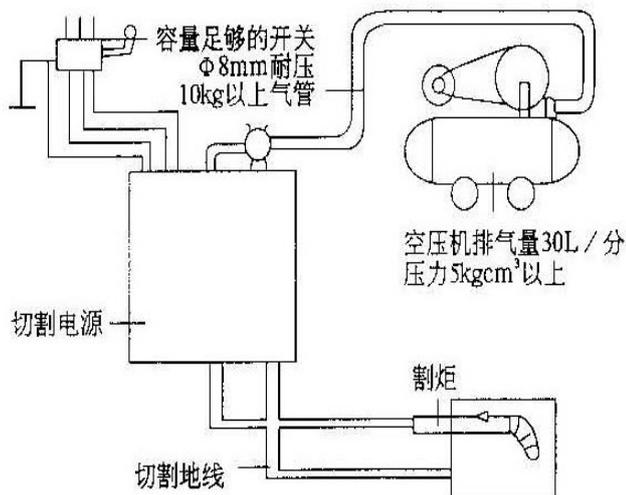

图5 接线安装图
接线安装如图 5 所示,在使用本机时,应正确接好电源及气路。接好三相电源后,特压缩空气通过 8mm 压力橡皮管接至过滤减压阀。然后接好机壳地线,完成上述步骤后,再将工作地线一端接到电源正极输出端,另一端用接地夹夹住工件。
(1)按图 5 将切割机的电路和气路接好并检查无误。